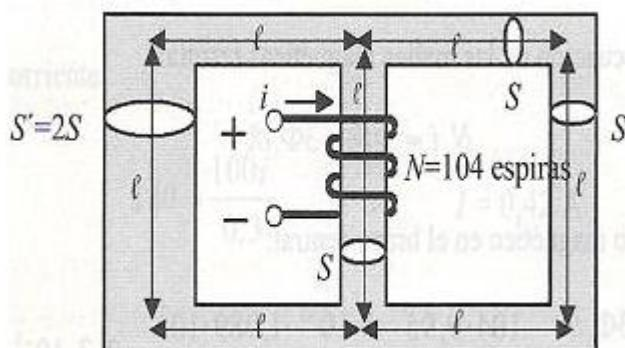

Fig. 6
7.-Calcular la intensidad que debe aplicarse a la bobina del circuito magnético de la Fig.6 para establecer en la columna derecha un flujo de 1 mWb. La permeabilidad relativa se supone que es constante en todos los puntos y cuyo valor es de 400; la sección  $S = 10$   $\text{cm}^2$  es la misma en toda la estructura, excepto en la columna izquierda, que vale  $20 \text{ cm}^2$ . La longitud  $l$  es igual a 10 cm. Calcular también el flujo en el brazo central.